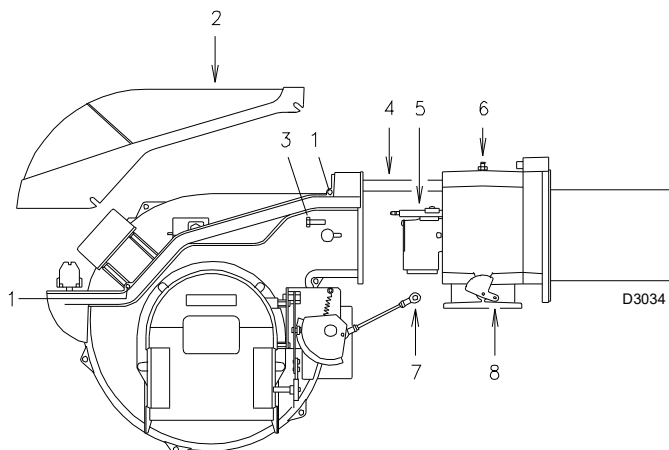

Fig. 36
- Allentare le viti 1) e togliere il cofano 2)(Fig. 36);
- sganciare lo snodo 7) dal settore graduato 8)(Fig. 36).
A questo punto è possibile estrarre il distributore del gas 5) dopo aver tolto la vite 6)(Fig. 36).
- rimettere le viti 3)(Fig. 36) e tirare delicatamente verso l'esterno i cavi di sonda ed elettrodo, fino a metterli in leggera tensione;
- riagganciare lo snodo 7) al settore graduato 8)(Fig. 36);
- smontare le due prolunghe dalle guide 4)(Fig. 36).